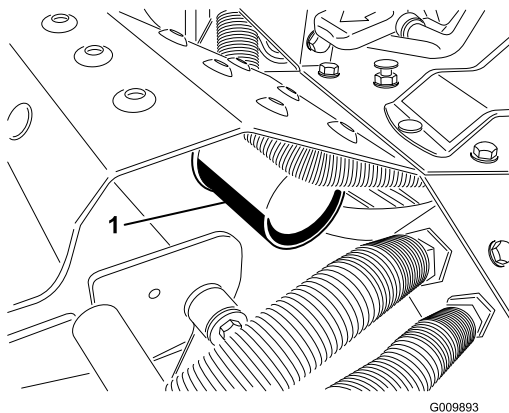

Bild 61
3. Reinigen Sie den Bereich um den Hydraulikölfilter (Bild 61). Nehmen Sie den Filter aus dem unteren Teil des Filtergehäuses und lassen Sie das Öl in eine Auffangschale ablaufen. Benutzen Sie einen Filterschlüssel. Entsorgen Sie den Altfilter ordnungsgemäß.